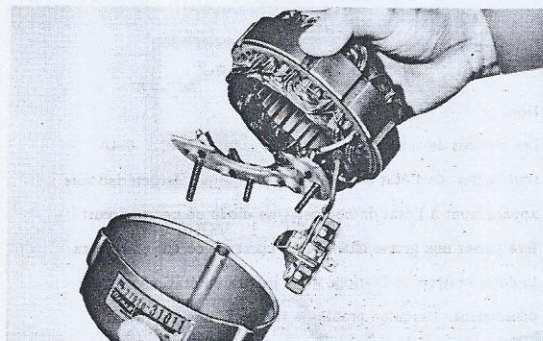

Fig. 6-44 Dépose du stator et du porte-diodes.
6. Déposer les quatre écrous de fixation de porte-diodes et les deux vis de fixation de porte-balais, et séparer le stator et les redresseurs et balais du palier arrière Fig. 6-44)